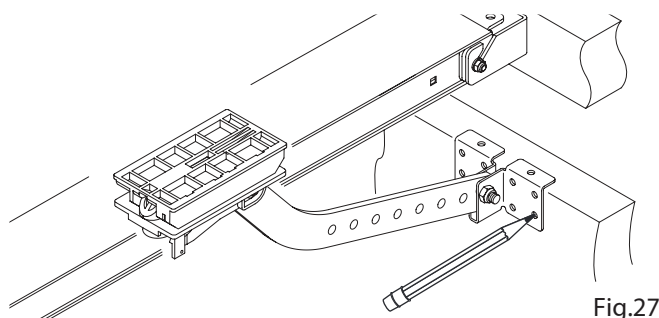

Fig.27
10. Ontgrendel het aandrijfmechanisme, door het koord naar beneden te halen zodat de slede vrij te bewegen is, zie Fig.27.
11. Laat de steun rusten op de bovenste rand van de deur, markeer de boorpunten voor bevestiging volgens Fig.27. Bevestig de steun aan de deur, controleer hierbij afmeting Y in paragraaf "Voorafgaande controles". In sommige gevallen is het nodig om de gebogen steun JMP.7 in te korten, om afmeting Y te handhaven.